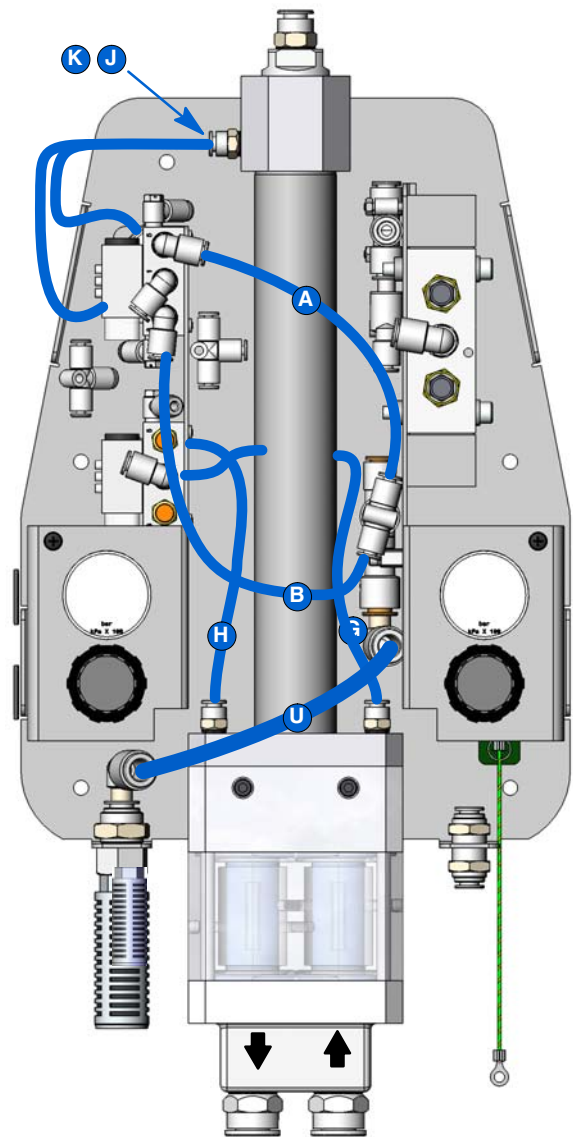
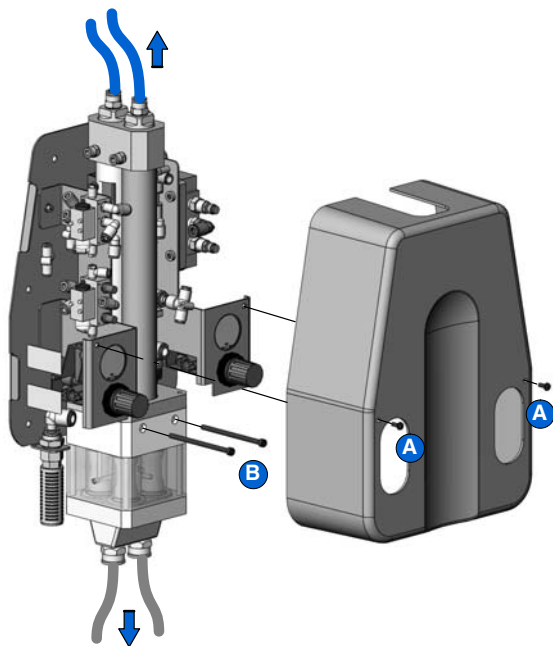

Figura 10 Desconexión de los tubos de aire
Figura 9 Extracción del conjunto de la bomba
1. Ver la figura 9. Desconectar las líneas de aire de purga desde la parte superior de la bomba.
3. Retirar los dos tornillos (A) y la cubierta de la bomba.
4. Ver la figura 10. Desconectar un extremo de cada uno de los siete tubos de aire indicados.
NOTA: Las letras en la figura 10 corresponden a las letras en el *Diagrama de tubos* en la página 20.
5. Ver la figura 9. Retirar los dos tornillos (B) que sujetan el conjunto de la bomba a la base. Retirar el conjunto de la bomba y colocarlo a una superficie de trabajo limpia.